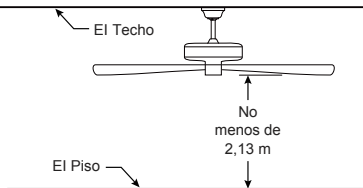

Figura 2
Uso de perfil profundo (Figura 2)
- ☐ 2. Extraiga la pieza de la bola colgante de la unidad de la bola colgante / varilla aflojando el tornillo de presión de la bola colgante hasta que la bola se libere de la varilla. Retire el pasador del barral y luego extraiga la semiesfera. Conserve el pasador y la semiesfera para su reinstalación en el Paso 7. (Figura 2)
Debe colgar el ventilador a una distancia mínima de 2,13 m desde las aspas hasta el piso. (Figura 2)
Para evitar una posible descarga eléctrica, asegúrese de cortar la alimentación eléctrica de la caja de fusibles principal antes de alambrado el ventilador. (Figura 2)
- ☐ 2. Coloque y ajuste firmemente la cubierta para el tornillo del capuchón sobre los tornillos de reborde de la abrazadera para colgar mediante el mecanismo de seguro por giro del chavetero. (Figura 2)
- ☐ 2. Asegure el ensamblaje del kit de iluminación en la unidad del motor girándolo en el sentido de las agujas del reloj. (Figura 2)
- ☐ 2. Restaure la fuente de alimentación de la toma de corriente enciendo la electricidad del fusible principal. (Figura 2)